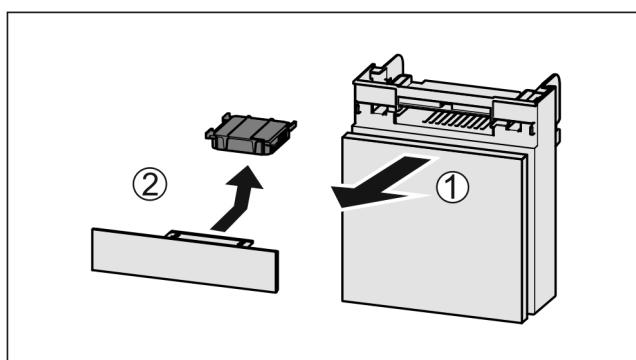

Fig. 52
- Zásuvku vytáhněte dopředu Fig. 52 (1).
- ▶ Filtr s aktivním uhlím vyjměte Fig. 52 (2).